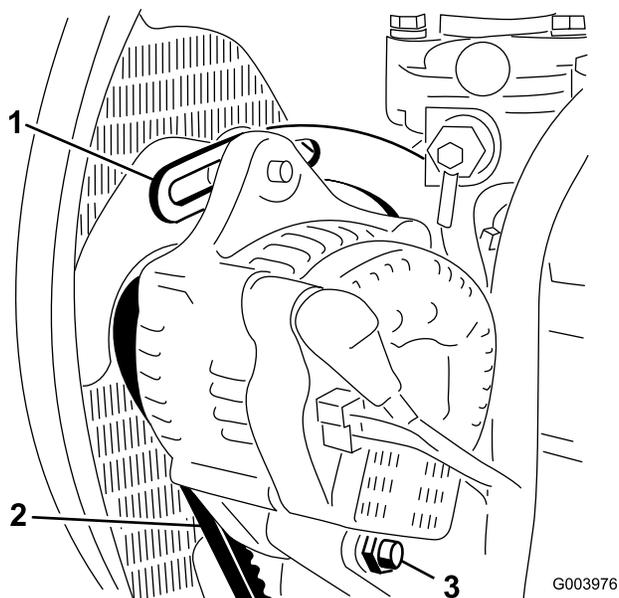

Figura 49
2. Controllate la tensione della cinghia dell'alternatore premendola (Figura 49) al centro tra l'alternatore e le pulegge dell'albero a gomito con una forza di 10 kg.
3. Allentate il bullone che fissa il supporto al motore (Figura 49), il bullone che fissa l'alternatore al supporto ed il bullone di rotazione.